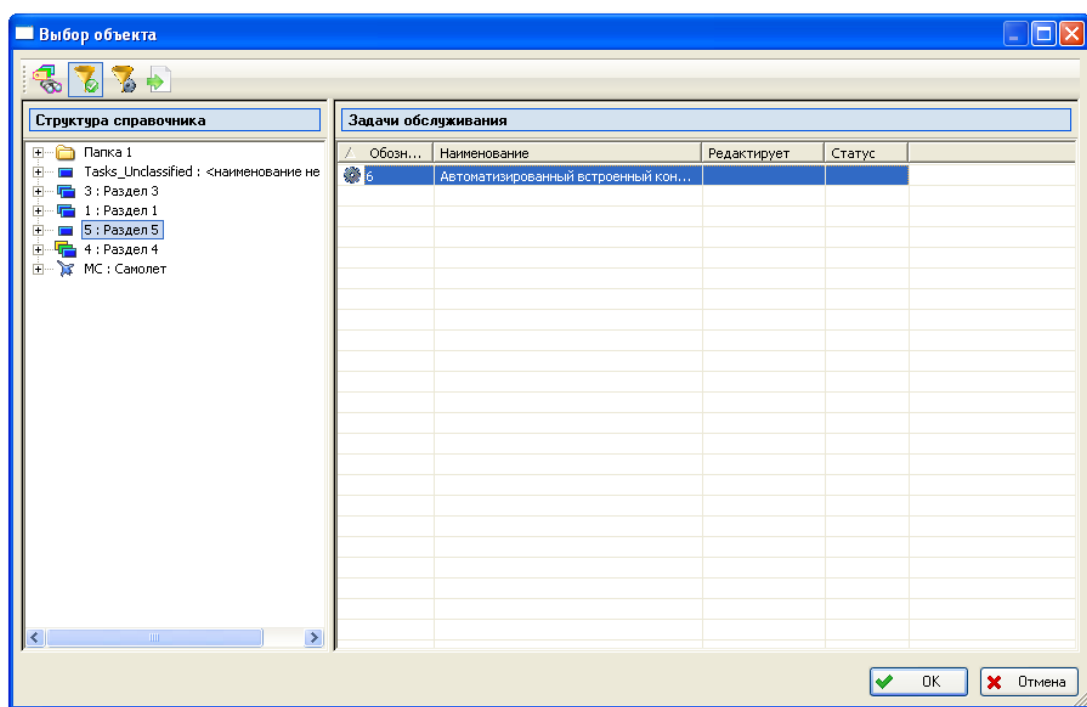

Рис. 2-94
- При выборе задачи обслуживания из справочника «Задачи обслуживания» откроется окно **Выбор объекта** (рис. 2-94).